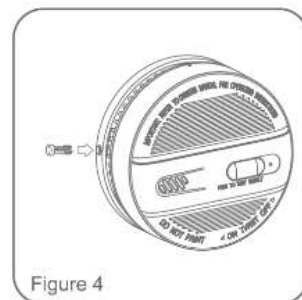

Figure 4
- na koniec zamontuj pin zabezpieczający przed nieautoryzowanym demontażem (patrz rys. 4).